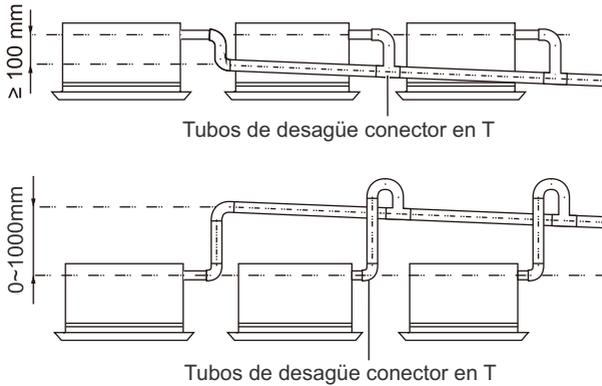

Fig.23
(3). Cuando unifique múltiples tubos de evacuación, instale los tubos como muestra la Fig. 23. Elija unir tubos de desagüe que tengan un contador adecuado para la capacidad de funcionamiento de la unidad (tome la unidad tipo cassette por ejemplo)